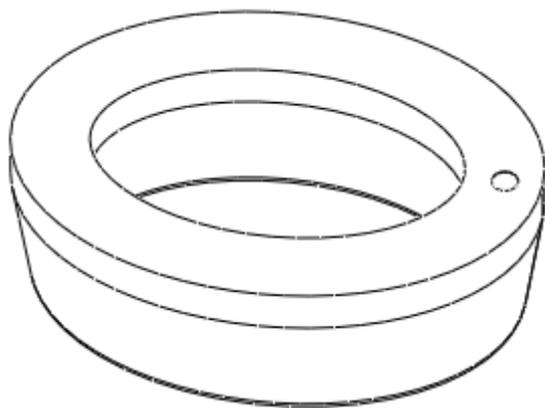

图 49-10
(5) 调整特征生成方向, 单击  按钮, 完成拉伸特征建立, 如图 49-10 所示。。